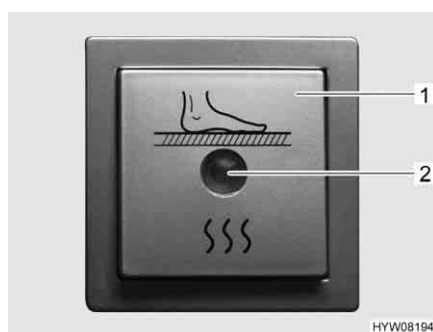

Fig. 122 Interruttore per riscaldamento elettrico del pavimento
- Premere l'interruttore a bilico (Fig. 122,1). La spia di controllo nell'interruttore (Fig. 122,2) si accende.
- Premere l'interruttore a bilico (Fig. 122,1). La spia di controllo (Fig. 122,2) nell'interruttore si spegne.